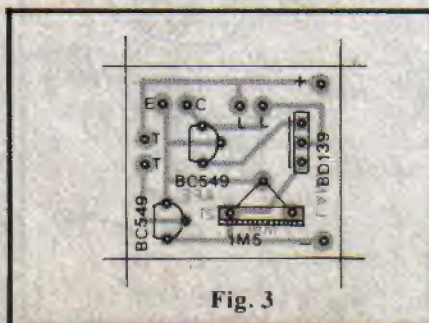

Fig. 3
- **FIG. 3** - "Chapeado" (vista real dos componentes sobre o lado não
cobreado da placa) da montagem, que deve ser seguido com grande atenção pelo hobbysta. Observar principalmente as posições dos lados "chatos" dos dois BC549 e da lapela metálica do BD139 (voltada para o interior da placa). As ilhas periféricas, destinadas às conexões externas à placa (ver próxima figura) estão devidamente codificadas: (+) e (-) para o **positivo** e **negativo** da alimentação, respectivamente; (L) (L) para as ligações à pequena lâmpada; (E) e (C) para conexão ao foto-transistor (respectivamente **emissor** e **coletor**) e, finalmente, (T) (T) para as ligações aos parafusos de "toque" (desligamento "secreto"). Terminadas as soldagens de todos os componentes mostrados na fig. 3 (quem for ainda muito "começante" **deve** ler atentamente as INSTRUÇÕES GERAIS PARA AS MONTAGENS, encartadas permanentemente nas primeiras páginas de APE...), tudo precisa ser conferido (inclusive a **qualidade** dos pontos de solda), antes de se cortar as sobras ou excessos de terminais, pelo lado cobreado da placa...
breado (assim como na fig. 3). Observar mais atentamente a **polaridade** da alimentação (fio **vermelho** para o **positivo** e fio **preto** para o **negativo**) e a ligação do foto-transistor (TIL78), lembrando que qualquer inversão nessas conexões impedirá o funcionamento do circuito. O comprimento de toda a fiação externa à placa deverá ser dimensionado de forma **apenas suficiente** para uma confortável instalação (ver próxima figura) do conjunto... Fios **muito curtos** dificultarão essa instalação, enquanto que os fios **muito longos**, além de "deselegantes", também podem causar problemas de acomodação do conjunto.